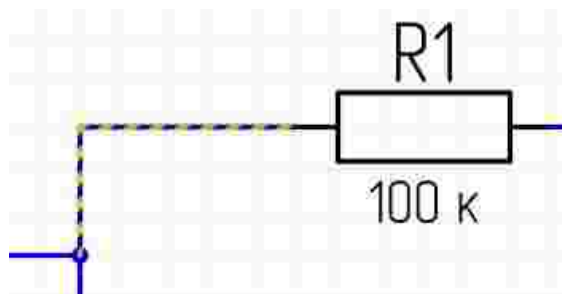

Рис. 71 Проводник на схеме
- Проводник – это несколько смежных отрезков линий электрической связи. Проводник обычно проложен между выводами УГО и/или точками соединений, см. Рис. 71;